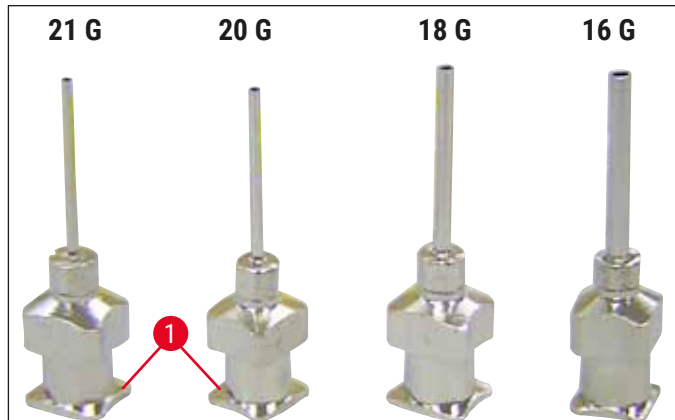

Fig. 14
- Selezionare l'ugello da utilizzare per l'applicazione dal materiale in dotazione (→ Fig. 14).